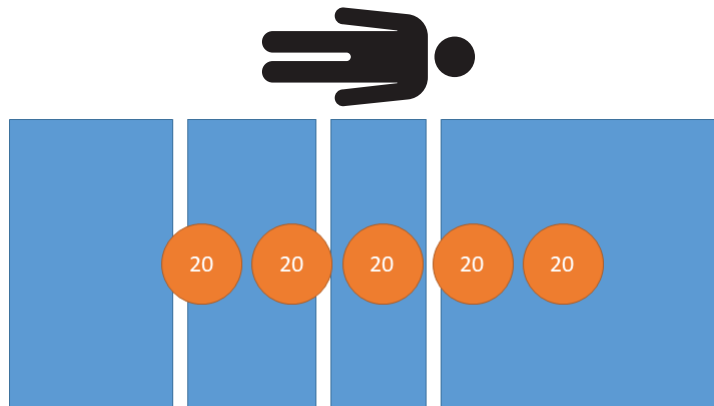

Figure 20 – Test de performance du poids - 100 kg
3. En utilisant des poids étalonnés, placer 100 kg sur le produit (Figure 20).
9. En utilisant des poids étalonnés, placer 100 kg sur le produit (Figure 20).